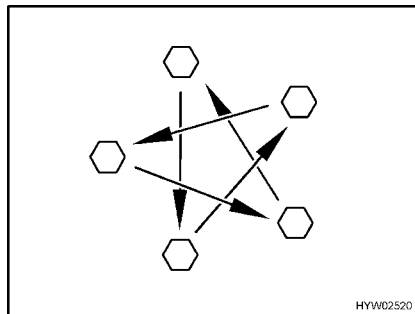

Fig. 303 Serrer en croix les écrous ou les boulons de roue
- Vérifier régulièrement le serrage des écrous ou des boulons de roues. Resserrer tous les écrous ou les boulons de roue 50 km après le changement d'une roue (Fig. 303). Pour les couples de serrage, voir paragraphe 14.5.2.
- Si des jantes neuves ou repeintes sont utilisées, alors resserrer les écrous ou les boulons de roue une fois de plus après env. 1 000 à 5000 km (Fig. 303).
- ▷ Serrer en croix les écrous ou les boulons de roue (Fig. 303).